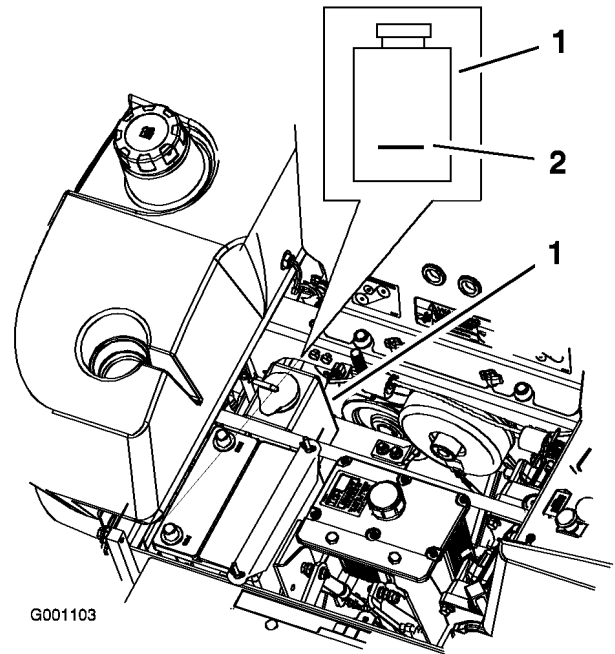

Bild 53
3. Überprüfen Sie bei abgekühltem Motor den Stand des Überlaufgefäßes. Der Flüssigkeitsstand muss mindestens das Niveau der an der Außenseite des Überlaufgefäßes angebrachten Markierung haben (Bild 53).
Frostschutzmittel/Dex-Cool® und Wasser in das Überlaufgefäß gegeben (Bild 53).
5. Geben Sie das 50/50 Kühlmittelgemisch in das Überlaufgefäß bis zur am Gefäß angebrachten Markierung (Bild 53).